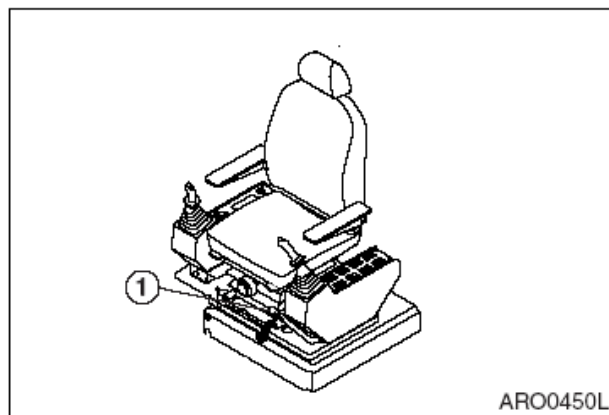

Рис. 19
3. Установить рычаг блокировки в разблокированное положение (1, рис. 19) в положение (UNLOCK).